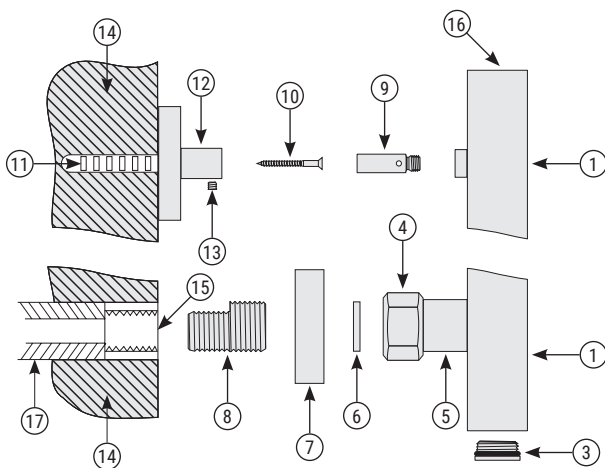

Рис. 1
5.8. Для герметизации резьбовых соединений производитель комплектует изделие прокладками собственно изготовления (п. 3.5. и рис. 1 «3», «6»).